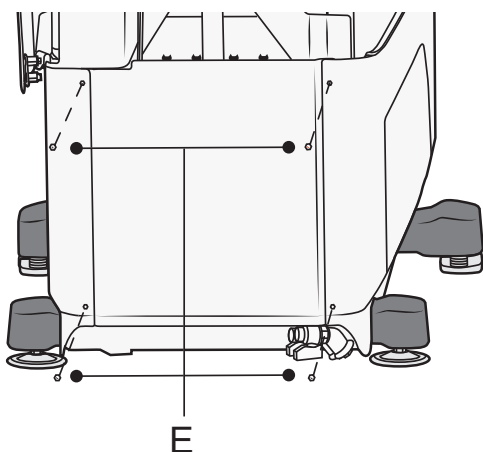

Figure 105
1. Levez la baignoire à mi-hauteur. Du côté tête, retirez les quatre vis qui maintiennent la trappe de maintenance intérieure (E). Voir Figure 105.